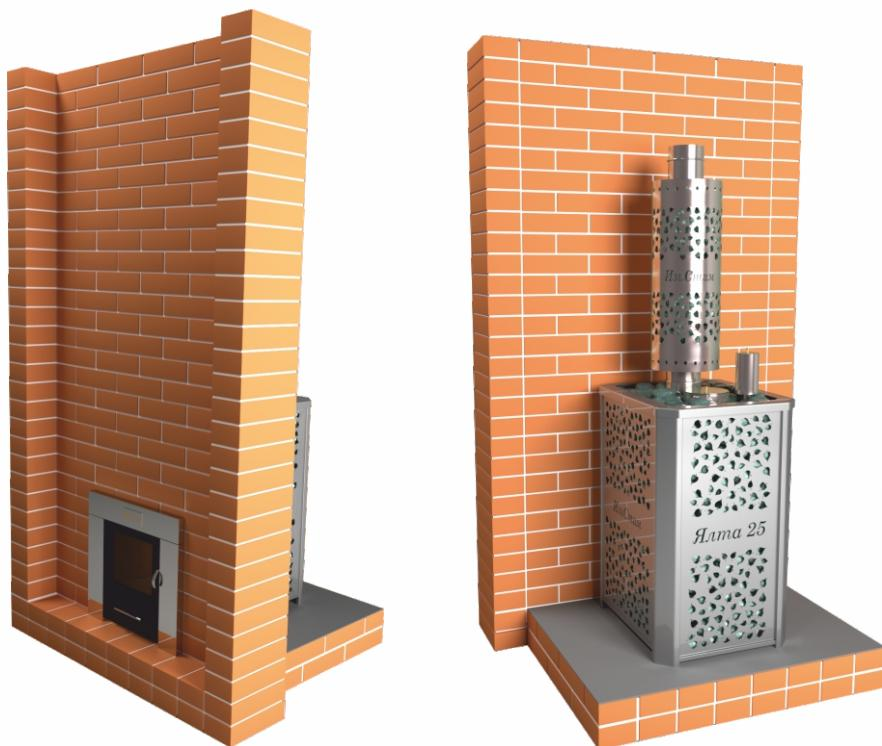

Рис. 3 Проход топочного канала
**⚠ Переднюю стенку экрана обязательно возводить на всю высоту помещения (рис. 3).**